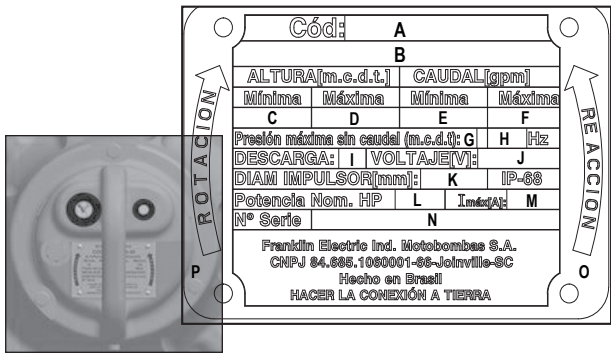

Figura 17 - Placa de identificación de la bomba y sentido de rotación y reacción.
- El retroceso de arranque (indicado en la plaqueta como “REACCIÓN” en la figura 17 de la Sección Placa de Identificación) debe ser en sentido antihorario si se es visto desde arriba, sobre la cubierta del motor. De no ser así, consulte a un profesional habilitado para que invierta la posición de los cables de conexión.